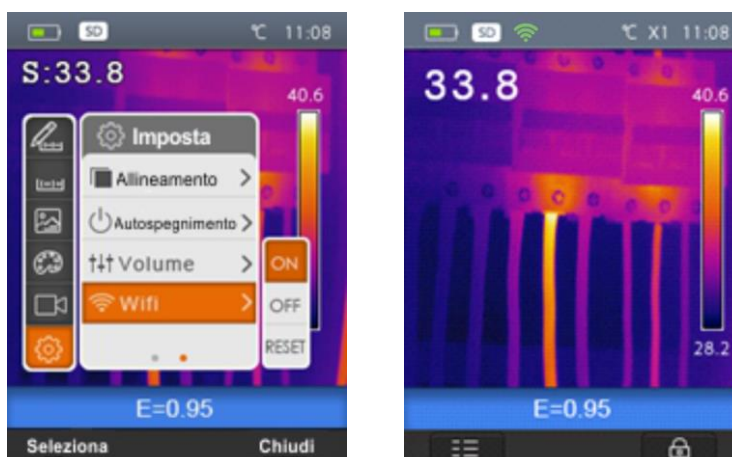

Fig. 16 : Paramètre connexion WiFi
1. Sélectionnez la voix "WiFi" avec les touches  ou  et presser la touche . L'écran de la Fig. 16 – partie gauche en montre les paramètres
2. Utilisez les touches  ou  pour sélectionner les options "ON" (activation - le symbole "WiFi" apparaît sur l'affichage comme indiqué sur la Fig. 16 - partie droite) et sur "OFF" (désactivation)